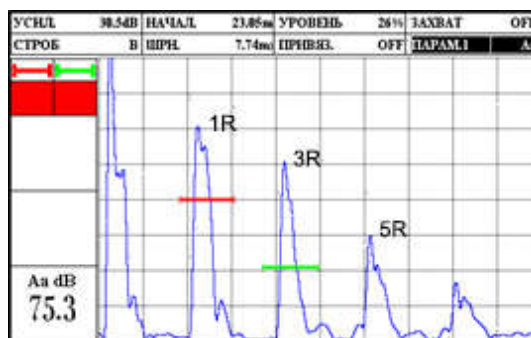

Рисунок 2.61 – Многократное отражение сигналов в образце СО-3
2. На экране дефектоскопа возникает многократное отражение сигналов (1R, 3R, 5R и т.д.), см. рис. 2.61. Нужно найти максимальное значение амплитуды.